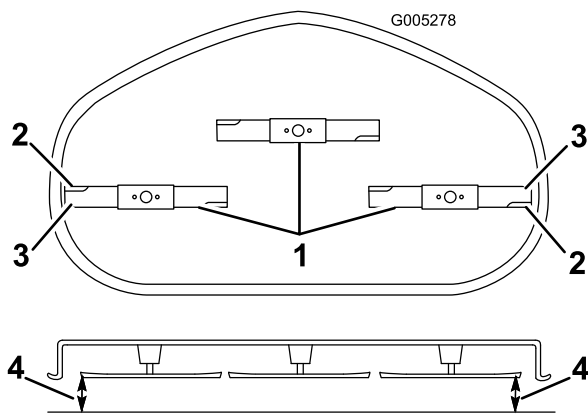

Figura 47
4. Gire cuidadosamente las cuchillas hasta que estén todas orientadas lateralmente (Figura 47).
- Mida entre los bordes de corte exteriores y la superficie plana (y Figura 47). Si hay una diferencia de más de 5 mm (3/16 pulg.) entre ambas dimensiones, se requiere un ajuste; siga con este procedimiento.